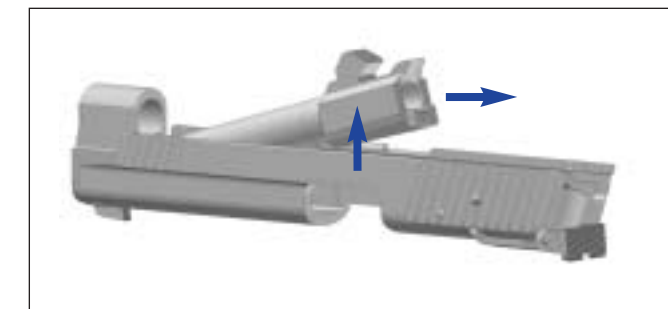

Fig. 12
9. Sacar el cañón 57 de la corredera (fig. 12).